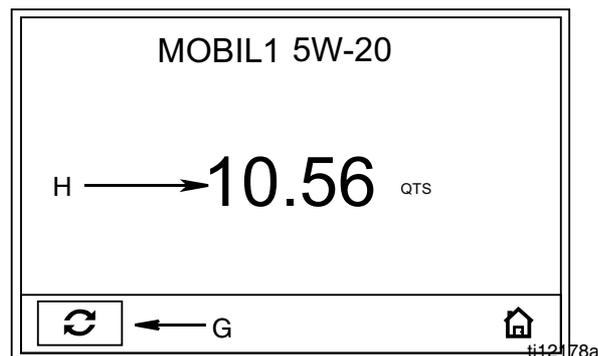

FIG. 21
2. Appuyer sur bouton ENTRÉE au milieu pour confirmer la sélection. L'écran « Distribution manuelle » (FIG. 21) s'affiche.
Le produit s'écoule. La quantité affichée augmente de zéro ou de la quantité qu'on a précédemment distribuée (FIG. 21) et s'affiche dans le champ H.